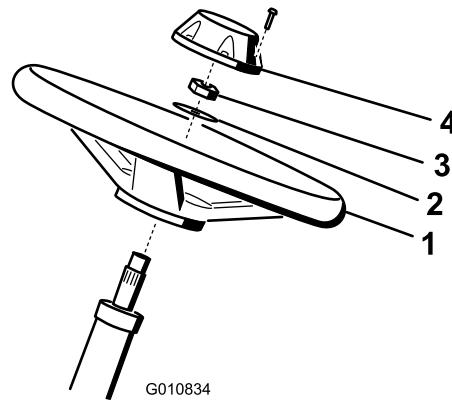

Figura 6
- Applicate un composto antigrippaggio all'albero dello sterzo (illustrato nella Figura 6).
- Montate il volante sull'albero dello sterzo utilizzando la rondella e il dado di bloccaggio (Figura 6).
- Montate il coprimozzo alla ruota (Figura 6).